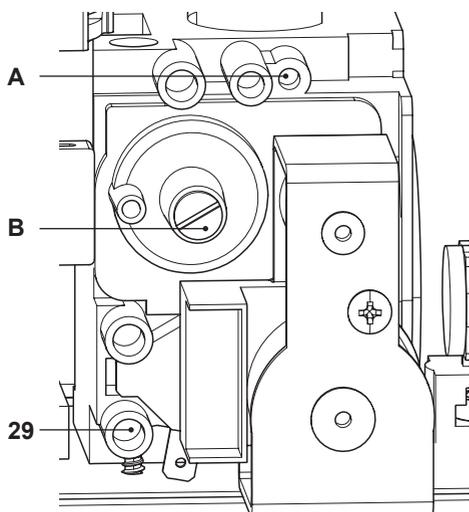

Figura 7.6
- A caldaia spenta (fuori servizio), controllare la pressione di alimentazione utilizzando la presa 29 in Figura 7.6 e confrontare il valore letto con quelli riportati nella tabella Pressioni di alimentazione gas nella sezione "Dati tecnici" pag. 28.
- Richiudere bene la presa di pressione 29 in Figura 7.6.
- Per tarare il **CO₂** della caldaia (pressione del gas al bruciatore) svitare completamente il tappo in ottone di protezione **B** e agire sulla vite a brugola Ø 4 mm sottostante Figura 7.6, girando in senso orario il **CO₂** aumenta.
- Se i due dati non coincidono agire sulla vite regolazione massimo RQ (**A** in Figura 7.6) della valvola gas e tarare il **CO₂** allo stesso valore riportato della tabella "Dati in sanitario" sezione "Dati tecnici M260V.1616 SV" a pagina 24, "Dati tecnici M260V.2025 SV" a pagina 28 e "Dati tecnici M260V.3035 SV" a pagina 32. Girando in senso orario il **CO₂** diminuisce.